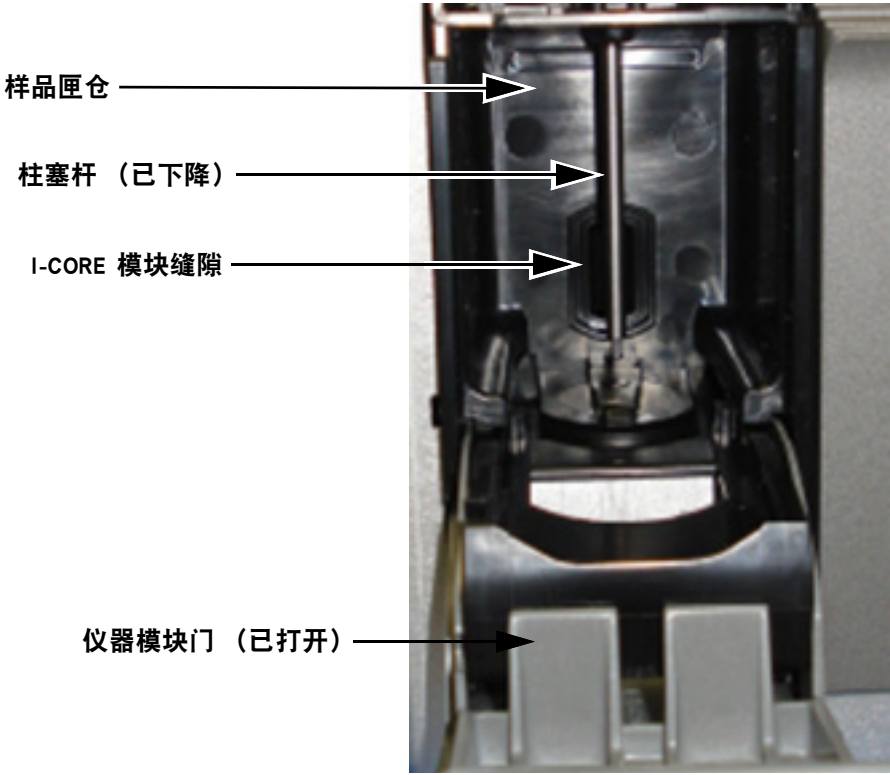

图 9-5. 柱塞杆，已下降到样品匣仓内
- 在“柱塞杆维护”对话框中，**清洁**按钮的名称变为**上移**（如果单击**全部清洁**按钮，则按钮会变为**全部上移**）。在仪器中，选定模块中的柱塞杆（或所有模块，如果您单击**全部清洁**按钮）会下降到样品匣仓内。参见图 9-5。
液体进入 I-CORE 模块可能会损坏模块。请勿接触 I-CORE 模块上的缝隙，这里是插入样品匣反应管的地方（参见图 9-5）。